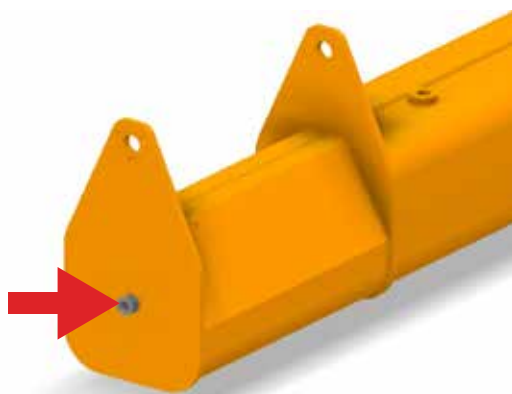

fig.12
- ▶ Le parti di carpenteria della gru a bandiera (colonna o mensola e braccio) sono, generalmente, fornite senza imballo; sulle colonne e sulle mensole sono presenti i punti di aggancio per facilitarne la movimentazione durante le operazioni di installazione (fig. 12).